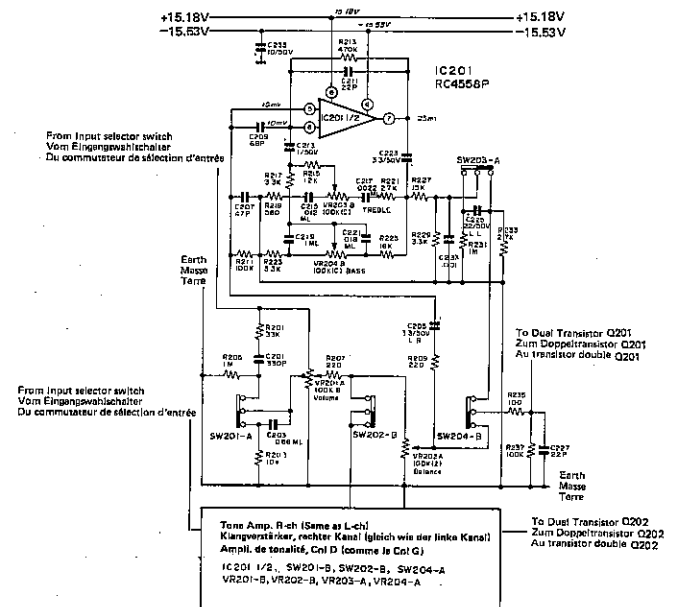

Figure 9-2 Abbildung 9-2
The signal from the input selector switch SW102 passes through the volume control VR201-A, loudness switch SW201-A, mode selector switch SW202-B and balance control VR202-A, and it reaches the operation switch SW204-B. When the operation switch is at "straight DC" position, the signal is made alive to run straightly into the Power amplifier. In "tone on" position, the signal once appears at pins ⑤ and ⑥ of the tone amplifier IC201, and then, going out of pin ⑦, it is supplied to the Power amplifier after passing through the low-pass filter switch SW203-A and operation switch SW204-B. (Refer to Figure 9-2)
Bei der Klangregelschaltung handelt es sich um einen Gegenkopplungskreis, der mit Funktionsverstärkern bestückt ist. Das Signal vom Eingangswahlschalter SW102 wird durch den Lautstärkeregler VR201-A, Schalter für gehörrichtige Lautstärke SW201-A, Betriebsarten-Wahlschalter SW202-B und Balanceregler VR202-A zum Betriebsschalter SW204-B geleitet. Bei Einstellung des Betriebsschalters auf "straight DC" wird das Signal direkt in den Endverstärker geleitet. Bei Einstellung auf "tone on" erscheint das Signal an den Stiften ⑤ und ⑥ des Klangverstärkers IC201, um dann vom Stift ⑦ nach Durchleitung durch den Tiefpaßfilterschalter SW203-A und Betriebsschalter SW204-B dem Endverstärker zugeleitet zu werden. (Siehe Abbildung 9-2)
Le signal venant du commutateur de sélection d'entrée SW102 passe par la commande de volume VR201-A, le commutateur de contour physiologique SW201-A, le commutateur de mode SW202-B et la commande d'équilibrage VR202-A et atteint le commutateur d'opération SW204-B. Quand le commutateur d'opération est dans la position "straight DC", le signal est actif et passe directement à l'amplificateur d'alimentation. Dans la position "tone on", le signal apparaît d'abord aux broches ⑤ et ⑥ de l'amplificateur de tonalité IC201 et sortant de la broche ⑦, il est alimenté à l'amplificateur d'alimentation après avoir passé par le commutateur du filtre passe-bas SW203-A et le commutateur d'opération SW204-B. (Voir la Figure 9-2)